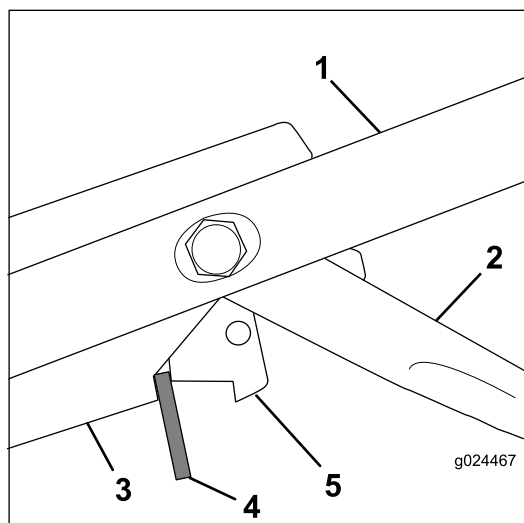

Figura 33
- Inserire un distanziale spesso 8 mm tra la leva di comando del freno della lama e la staffa di comando sulla stegola (Figura 33).